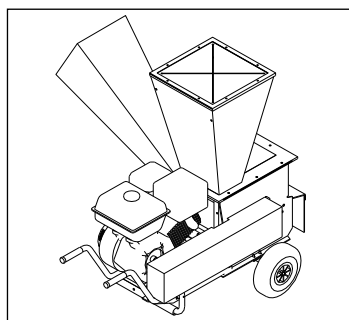

Fig. 15
- Verwijder de carter aandrijfriemen zoals afgebeeld in Fig. 15.